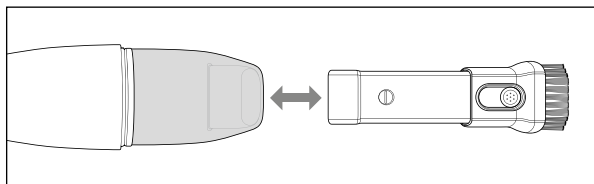

Fig. 2
- ◆ Insérez le suceur 2 en 1 **12** dans l'orifice d'aspiration **2** de l'appareil. Veillez ce faisant à ce que le bouton de réglage de la buse à brosse pointe vers le haut (voir fig. 2).
- ◆ Pour retirer à nouveau le suceur 2 en 1 **12**, sortez-la de l'orifice d'aspiration **2** (voir fig. 2).